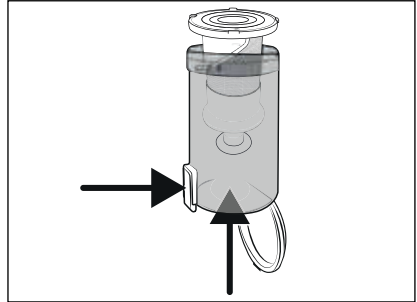

Abb. 23
- 3) Entnehmen Sie den Edelstahlfilter **6** aus dem Schmutzbehälter **7**, indem Sie die Schmutzbehälterdeckel-Entriegelungstaste **8** drücken. Schieben Sie dann den Edelstahlfilter **6** von unten aus dem Schmutzbehälter **7** heraus (siehe Abb. 23).